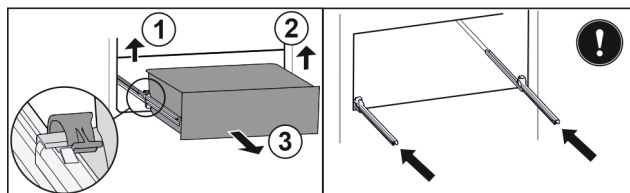

Fig. 143
- Zvedněte levou svorku a současně vytáhněte zásuvku vlevo dopředu. Fig. 143 (1)
- Zvedněte pravou svorku a současně vytáhněte zásuvku vpravo dopředu. Fig. 143 (2)
- Vyjměte zásuvku dopředu. Fig. 143 (3)